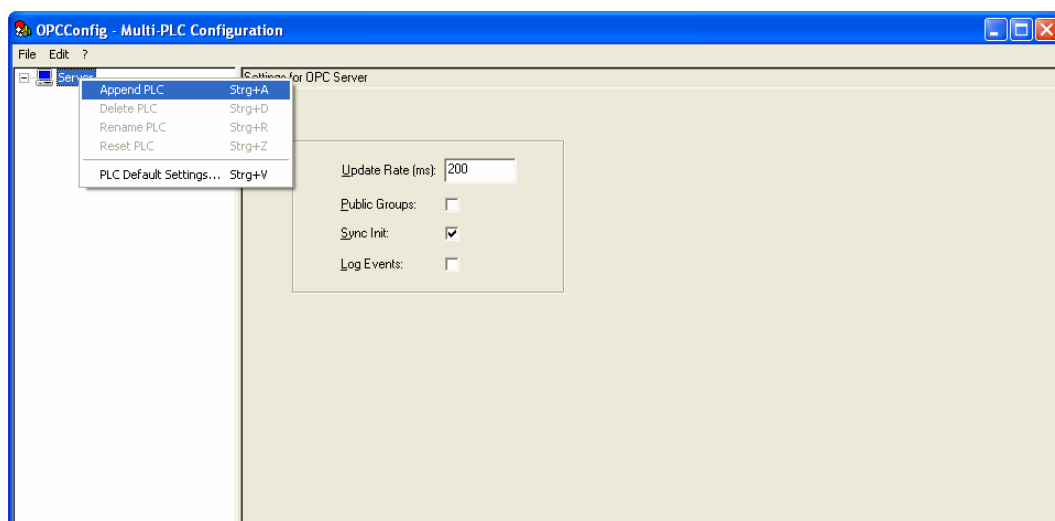
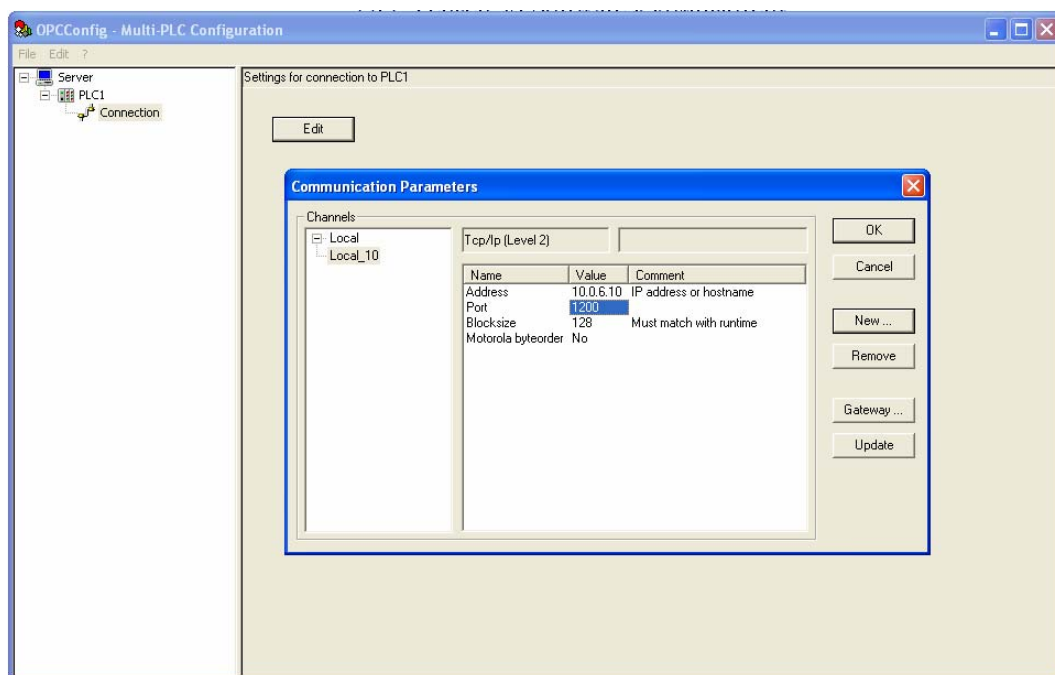

Рис. 6. Экранная форма OPC Configurator
Рис. 7. Подключение ПЛК
11. В открывшейся экранной форме **OPC Config** (рис. 6) в иерархической структуре (в левом поле) выделяется пункт **Server** и, в поле параметров справа, устанавливается время обновления данных **Update Rate,ms** (ввод цифр).
12. Правой кнопкой манипулятора «мышь» вызывается контекстное меню, и выбирается опция **Append PLC** (рис. 6). В открывшейся экранной форме (рис. 7) в иерархической структуре (в левом поле) для появившегося **PLC1** выбирается пункт (папка) **Connection** и, в поле параметров справа, нажимается кнопку **Edit**, после чего устанавливаются параметры подключения ПЛК **Communication Parameters**.